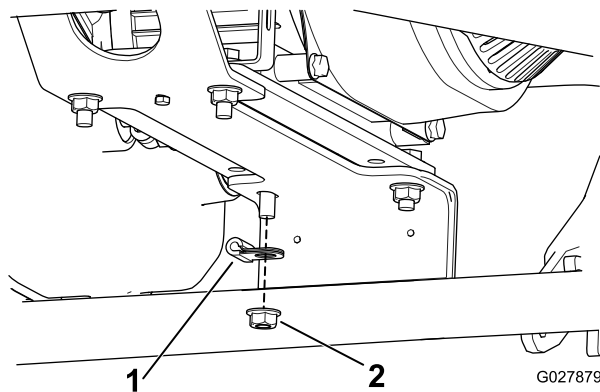

図 10
8. エンジンの右後ろの取り付け箇所に、新しいスロットルケーブルを取り付けるケーブルクリップと既存のボルト、ワッシャ、ナットを使用する 図 10。